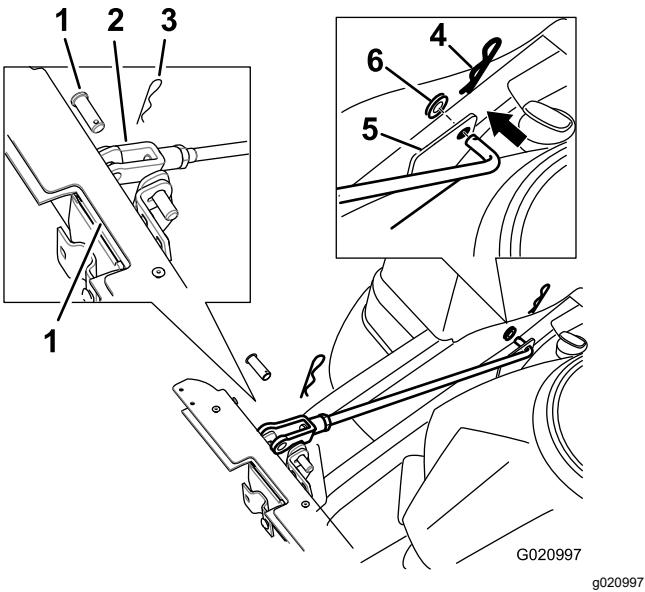

Figure 7
7. Montez deux tiges de support de chaque côté du cadre du système de ramassage. Placez le support existant entre la roue motrice arrière et le bâti (Figure 7).
8. Insérez les extrémités coudées de la tige dans le cadre du système de ramassage, comme montré à la Figure 7. Fixez les extrémités de la tige à l'aide d'une rondelle et d'une goupille fendue.
- D. Fixez le côté chape des tiges au cadre du système de ramassage à l'aide d'un axe de chape et d'une goupille fendue (Figure 7).